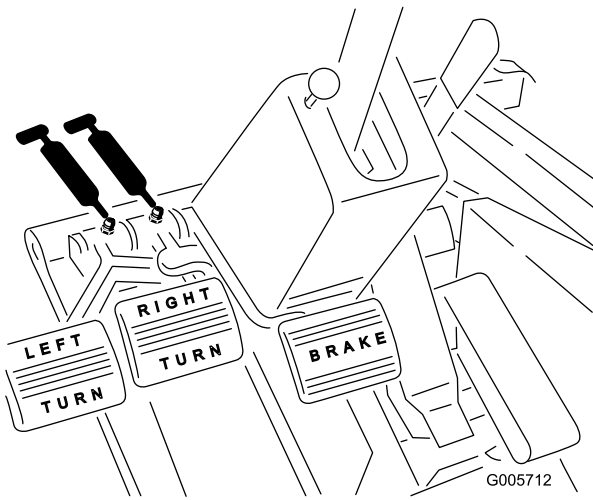

Figure 38
- Bagues de pivots de frein (Figure 38)